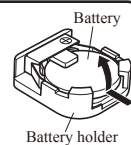

Fig. 5 (図 5)
- 3-3 The lithium battery on the MAIN circuit board can be replaced. (Fig. 1, Fig. 5)
- 3-3 MAIN シート上より、リチウム電池を交換することができます。(図 1、図 5)